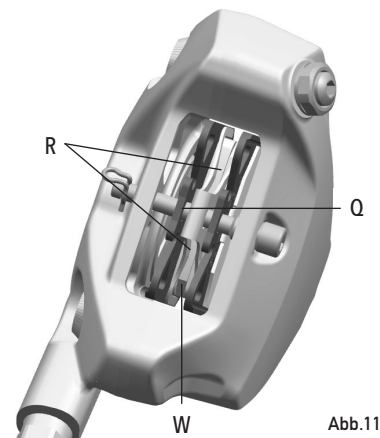

Abb.11
Kontrollieren Sie bei jedem Bremsbelag, dass die Verschleißangabe des Belags W (Abb.11) vorhanden ist, dass der Bremsbelag korrekt positioniert ist und die Metallhalterung Q (Abb.11) den Kolben berührt und dass die Reibfläche des Bremsbelags R (Abb.11) die Bremsscheibe berührt. Wenden Sie sich andernfalls an einen Fachmechaniker oder einen Campagnolo Pro Shop wie im Kapitel 2 "INFORMATION UND TECHNISCHER KUNDENDIENST" angegeben.
**Warnhinweis:** Einsatzbedingungen mit Regen, Schlamm, Sand oder Staub können die Nutzungsdauer der Beläge drastisch verkürzen und sie früher abnutzen als bei der Verwendung auf sauberen, asphaltierten Straßen. Es ist daher wichtig sehr oft zu kontrollieren, ob die Verschleißanzeige W (Abb. 11) auf den Belägen vorhanden ist, andernfalls lassen Sie die Beläge vom Mechaniker Ihres Vertrauens auswechseln.